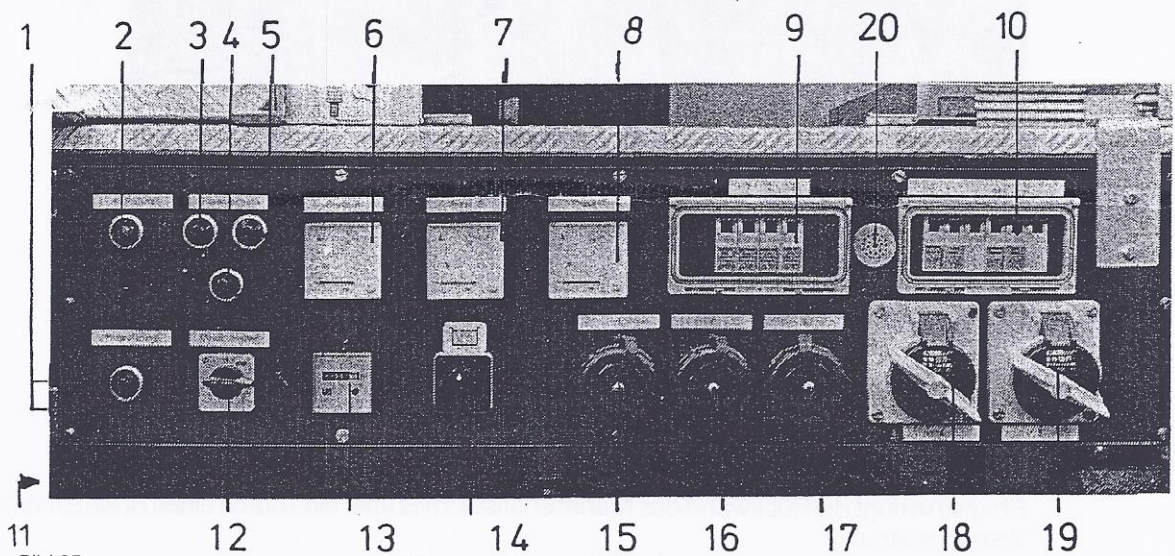

Bild 65
Ein Großteil der Dieselmotoren ist mit einer Treibstoffvorwärmung ausgestattet. An den E-Schaltkasten dieser BLF ist unter dem Startschalter (Bild 65/12) der Hinweis „mit Vorwärmung“ angebracht. In diesem Fall wird mit dem Stellen des Schalters auf 1 (Betrieb) das Treibstofffilter vorgewärmt.
4. Drehstromaggregat (Bild 65/12) starten.